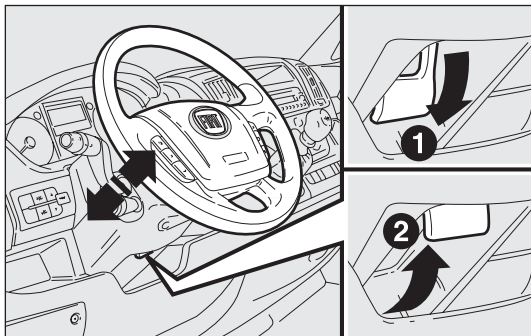

рис. 39
- отпустите рычаг – рис. 39 потянув его в сторону рулевого колеса (положение 2);